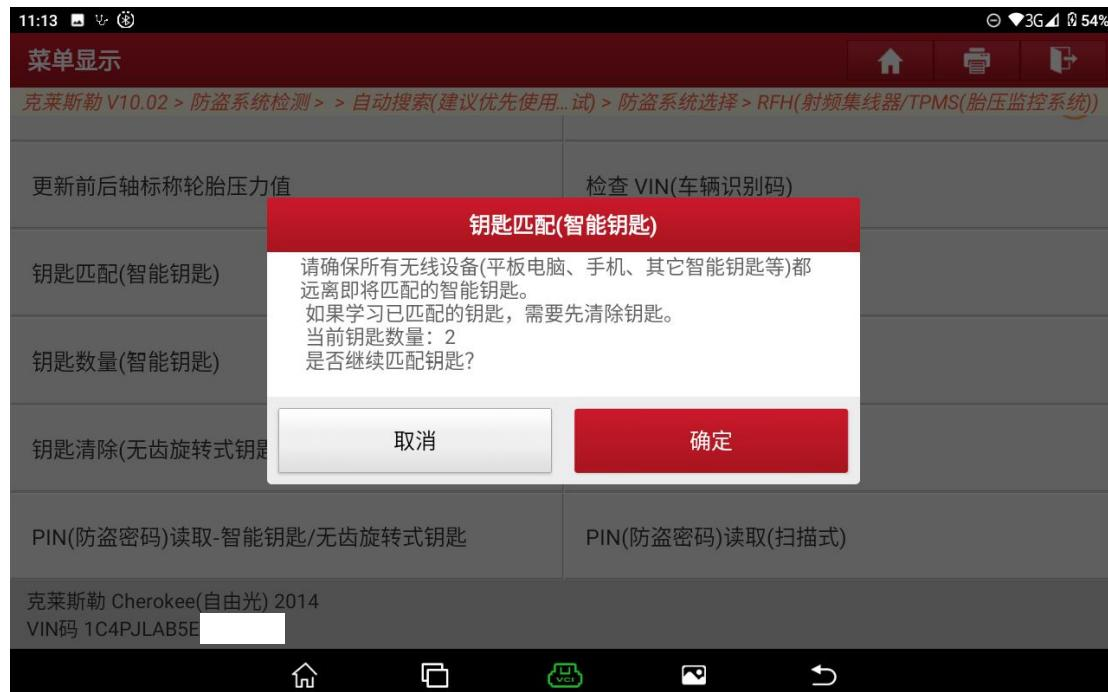

图 15
2. 按提示将其它设备远离，现在显示已匹配的钥匙数量为 2，点击“确定”（图 15）